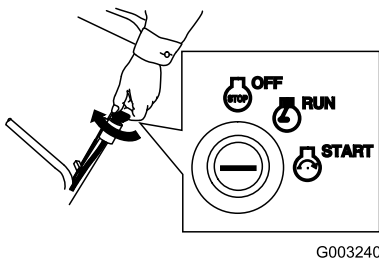

Figure 24
- Tournez la clé de contact à la position de démarrage (START) et relâchez-la dès que le moteur démarre (Figure 24).